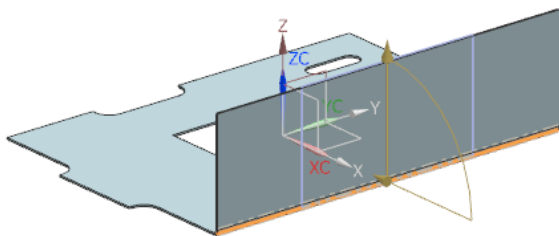

图 5-37 选择弯边
(3) 选择弯边，同时在视图区预览显示所创建的弯边，如图 5-37 所示。